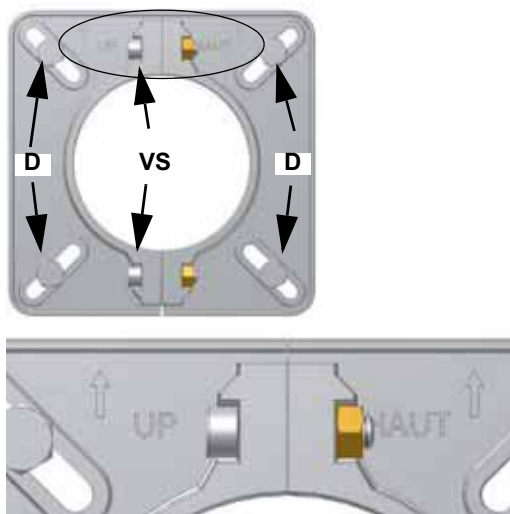

Fig. 3
- 4 conform cu cele date in Fig. 3, fixati flansa pe prezoanele filetate(sau suruburi) **D**, de pe cazan , fara a le strange complet ;